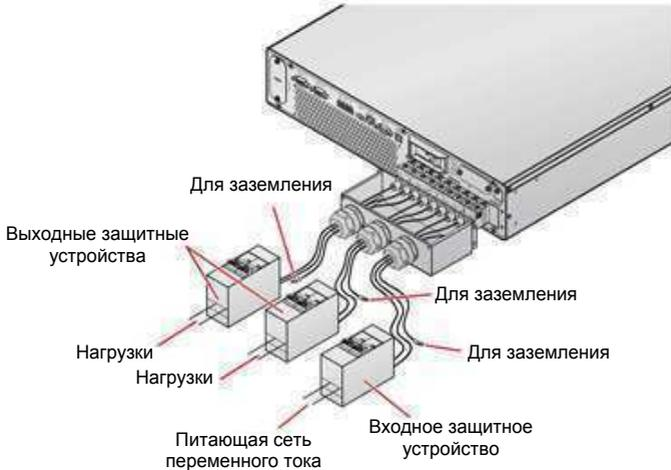

Рисунок 7-3. Схема электрических соединений одного ИБП
- 1 При подключении ИБП к сети и к нагрузкам настоятельно рекомендуется устанавливать защитные устройства. См. таблицу ниже и **Рисунок 7-3**.
- 4 Подключите к ИБП кабели сети переменного тока, внешнего батарейного блока и выходные кабели. См. **Рисунок 7-3**.
- 2 Включите входное защитное устройство (см. *Рисунок 7-3*), установленное между ИБП и сетью переменного тока, и входной автомат защиты. После этого на ЖК-дисплее отобразится **Экран начальной настройки** (для получения дополнительной информации см. п. *9.1 Экран начальной настройки*).
- 4 Если ИБП работает исправно, включите выходные защитные устройства (см. **Рисунок 7-3**), установленные между ИБП и нагрузками.
Выключите автомат защиты, входное защитное устройство (см. *рис. 7-3*) и выходные защитные устройства (см. *рис. 7-3*).